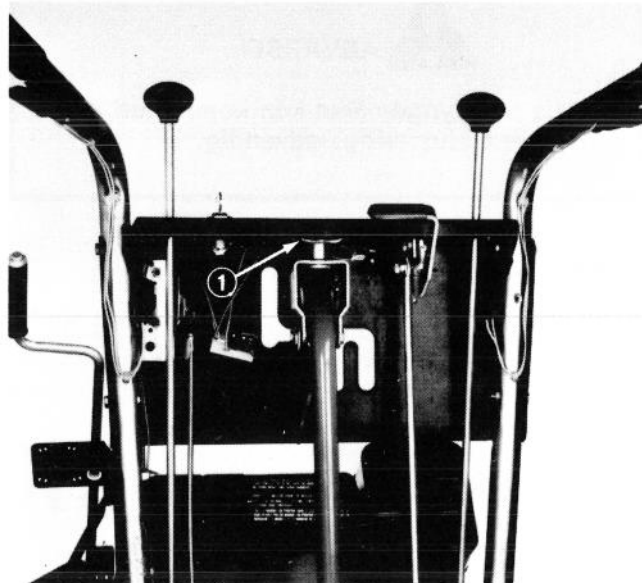

Fig. 37
1. Løsn de to skruer og låsemøtrikker der fastholder det drejelige beslag, til instrumentpanelet (Fig. 37).
2. Hastigheden i 1. gear reduceres ved at flytte beslaget til højre (Fig. 37). Modsat, hastigheden øges i 1. gear, hvis beslaget flyttes til venstre.
3. Når den ønskede justering er opnået, stram da de to skruer og låsemøtrikker (Fig. 37). Kontroller at ingen af kablerne er blevet fastklemt mellem panelet og kabelholderen.